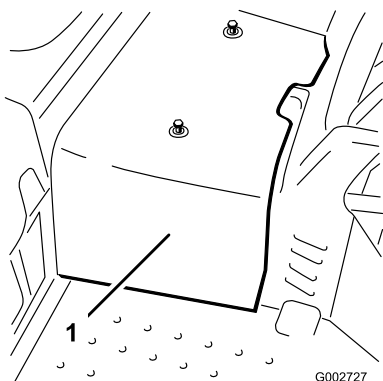

Bild 39
2. Nehmen Sie die zwei Schrauben ab, mit denen die mittlere Haube an der Maschine befestigt ist, und nehmen Sie die Haube ab (Bild 39).